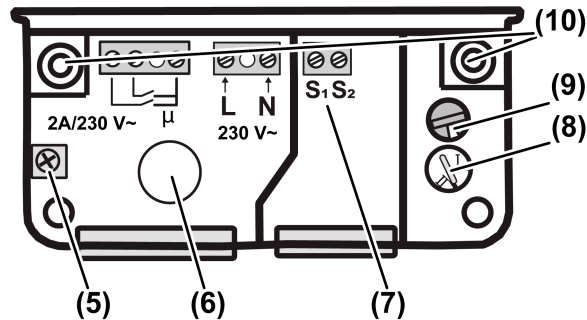

Figura 3: Vano di collegamento dell'unità di valutazione
- Svitare le due viti di fissaggio (3) e staccare il coperchio dell'alloggiamento dell'unità di valutazione.
- Se la linea corre sul retro, far passare il cavo con forza attraverso la guarnizione di gomma (6) (Vedi figura 3).
- Portare l'interruttore girevole (8) in posizione II, impostazione di fabbrica (Vedi figura 3).